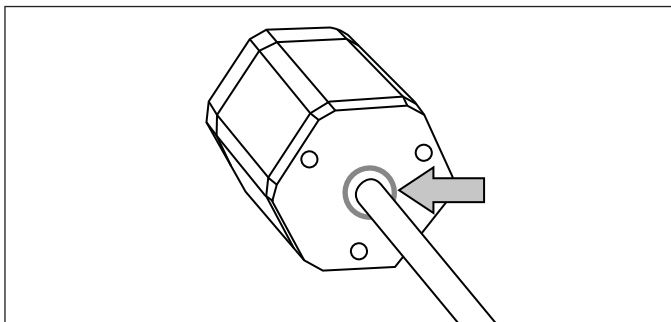

Abb. 23: Korrekte Position des O-Rings in der Nut des Sensorelektronikgehäuses
4. Stellen Sie sicher, dass die O-Ring-Dichtung (Artikelnr. 562 003) in der Nut am Sensorelektronikgehäuse korrekt eingesetzt ist, bevor Sie die Basiseinheit in das Stützrohr einsetzen und die Sensorelektronik befestigen (Abb. 23).
3. Stellen Sie sicher, dass die O-Ring-Dichtung (Artikelnr. 562 003) in der Nut am Sensorelektronik korrekt eingesetzt ist, bevor Sie die Basiseinheit in das Stützrohr bzw. das HFP-Profil einsetzen und die Sensorelektronik befestigen (Abb. 23).
- Stellen Sie sicher, dass die O-Ring-Dichtung (Artikelnr. 562 003) in der Nut am Sensorelektronik korrekt eingesetzt ist, bevor Sie die Basiseinheit in das Stützrohr einsetzen und die Sensorelektronik befestigen (Abb. 23).